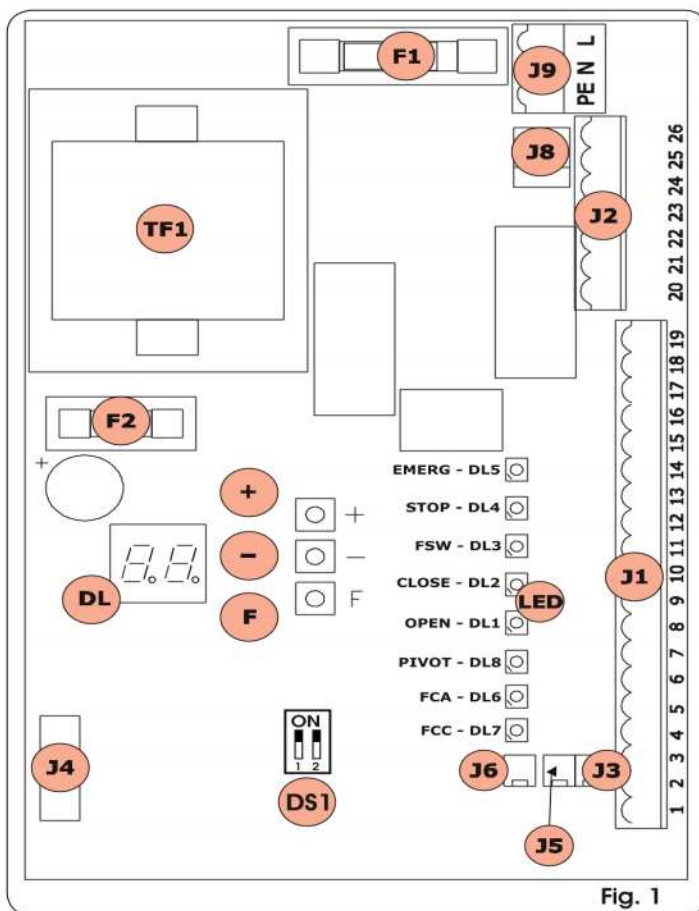

Fig. 1
| 4.9 Detector frecuencia DS1 (Fig. 1) | 6 |
4.9. SELECTOR FRECUENCIA DS1 (FIG. 1)